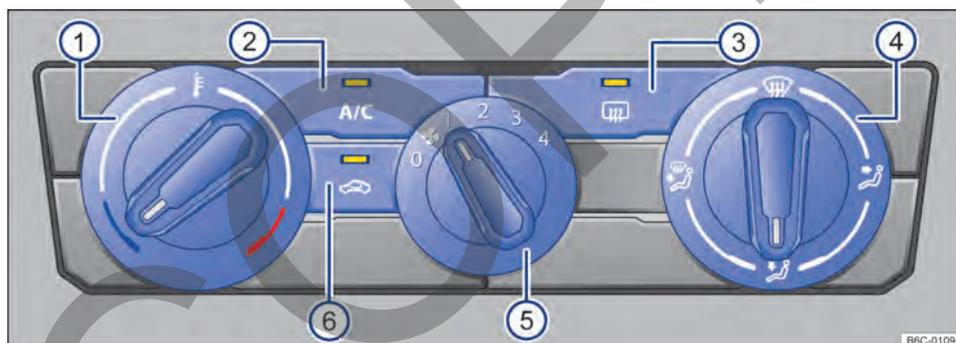

Fig. 84 Comandos del aire acondicionado.
- *Aire acondicionado*: girar el regulador del ventilador al nivel 0 → fig. 84 ⑤.
- *Aire acondicionado*: girar el regulador giratorio izquierdo → fig. 84 ①.
- *Aire acondicionado*: girar el regulador del ventilador → fig. 84 ⑤.
- *Aire acondicionado*: girar el regulador de la derecha → fig. 84 ④ a la posición deseada.
- *Aire acondicionado*: girar el regulador derecho a la posición  → fig. 84 ④.